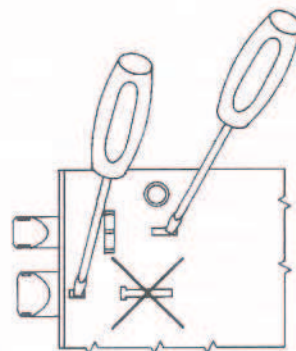

fig. 1
- Per rendere la serratura sinistra inserire il cacciavite nelle apposite fessure (come in figura) e fare leva fino alla fuoriuscita dello scrocco e del pistone di ricarica dal frontale e ruotarli di 180° (fig. 1).